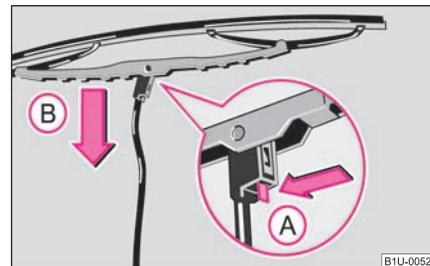

Fig. 56 Balai d'essuie-glace pour pare-brise
- Poussez le ressort de sécurité dans le sens de la flèche (A) et poussez simultanément le balai d'essuie-glace vers la vitre (B) - Attention, cela peut détruire le pare-brise. ⇒ fig. 56 ⇒ ⚠.